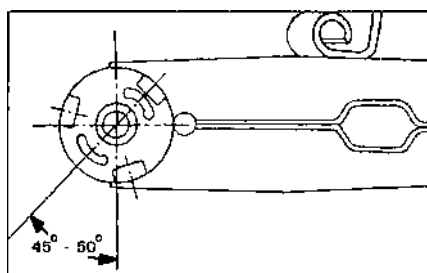

Рис. 5.44.
- убедиться, что втулка после установки занимает положение, соответствующее изображенному на рис. 5.44;